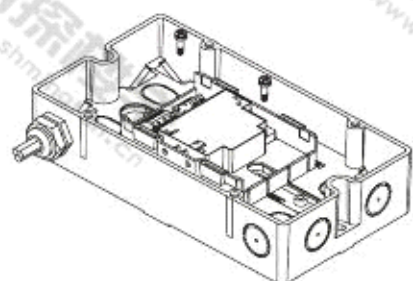

图 3
- 保护盒 FDCH221 安装 (图 3)
5. 使用两颗 M3 × 12 螺钉将模块固定在保护盒内 (图 3)。